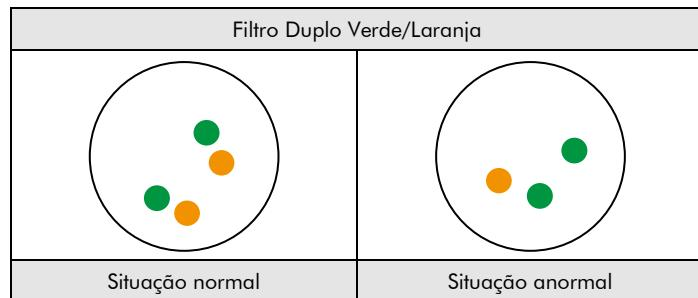

Fig. 2: Resultados esperados em núcleos normais e anormais
**Situação normal:** Em interfases de células normais ou em células sem deleção envolvendo o locus 1p36, são visíveis dois sinais verdes e dois sinais laranja (ver Fig. 2).
**Situação anormal:** Em células com deleção afetando o locus 1p36, pode observar-se uma redução no número de sinais laranja. Deleções afetando apenas parte do locus 1p36 podem resultar num padrão de sinal normal com sinais laranja de tamanho reduzido (ver Fig. 2).